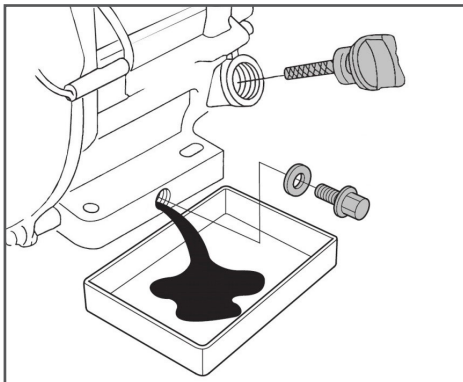

Рис. 12 Замена масла в двигателе
4. Открутите пробку для слива масла и слейте отработанное масло в подготовленную для этого емкость (Рис.12).